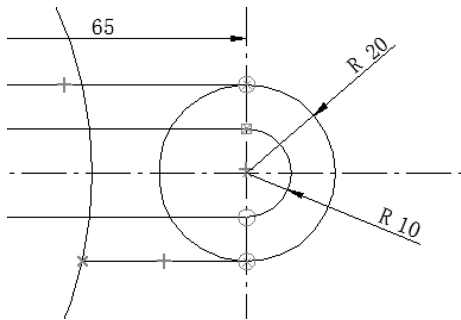

图 6-119 绘制直线
(15) 单击【绘制草图】选项卡【绘图】区域下的 / · 【直线】按钮，绘制如图 6-119 所示的直线。